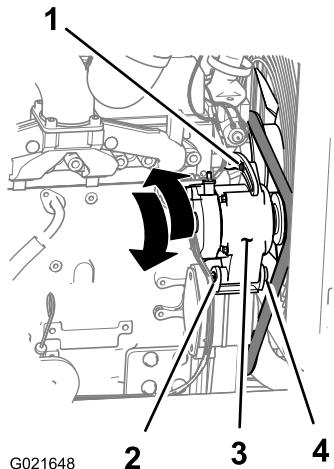

Figura 107
3. Afloje la tuerca y el perno del punto de pivote del alternador (Figura 107).
4. Afloje el perno de ajuste del alternador (Figura 107).
5. Gire el alternador alejándolo del motor para aumentar la tensión de la correa, o acercándolo al motor para reducir la tensión de la correa (Figura 107).
6. Apriete el perno de ajuste del alternador (Figura 107).
8. Si la tensión de la correa es correcta, apriete el perno y la tuerca en el punto de pivote del alternador (Figura 107); si no, repita los pasos 4 a 7.